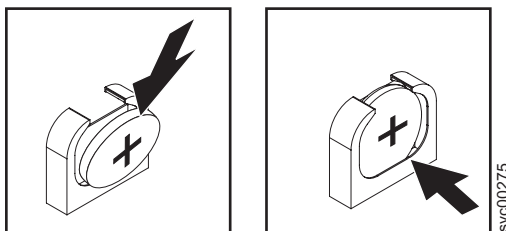

図 143. SAN ボリューム・コントローラー 2145-8G4 CMOS バッテリー・ホルダー
- b. バッテリーを下に押し、所定の場所でカチッと音を立てるまでソケットに入れます。図 143 に示すように、バッテリー・クリップがバッテリーを確実に保持するようにします。